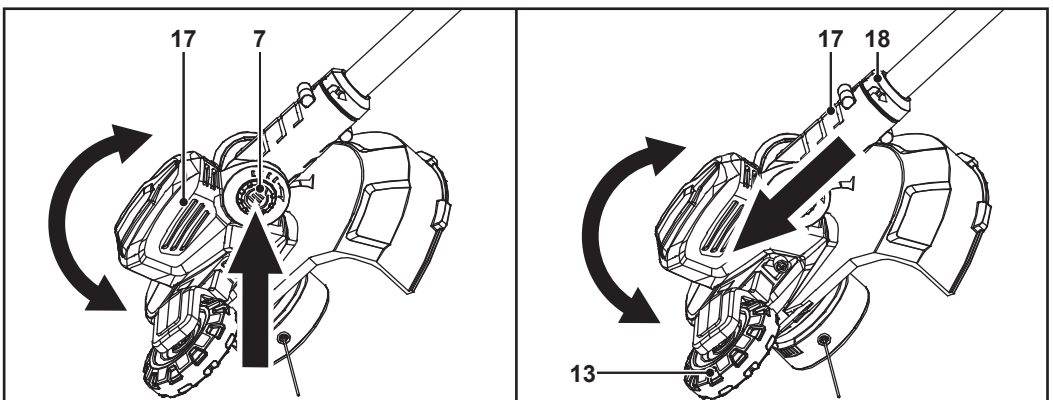

Fig. 6
**REMARQUE :** L'angle d'inclinaison de la tête de coupe (17) peut être réglé sur 4 positions.
1. Appuyer sur le bouton de la tête de coupe (7) (Fig. 6).
2. Régler l'angle de la tête de coupe (17) (Fig. 6).
3. Relâcher le bouton de la tête de coupe (7).
4. S'assurer que la tête de coupe (17) est bien verrouillée.
1. Sortir la tête de coupe (17) d'environ 1cm du tube d'extension (18) (Fig. 6).
2. Tourner la tête de coupe (17) de 90° vers la gauche ou vers la droite (Fig. 6).
3. Relâcher la tête de coupe (17).